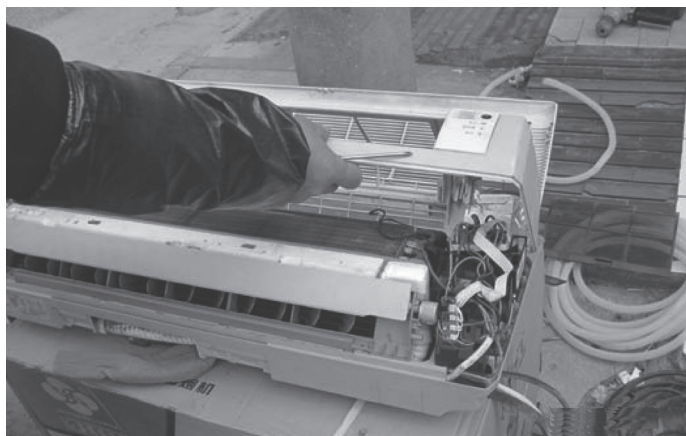

图 7-9 拆开室内机外壳
2) 取下室内机外壳，如图 7-9 所示，按住变压器故障依旧，说明为变压器损坏。